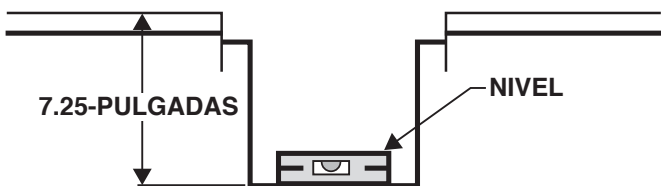

Figura 10D: Profundidad del montaje de la caja en forma de U
6. Instale la caja de manera que la base quede 7.25" por debajo de la abertura del piso. Ver la figura 10D.
7. Use un nivel para verificar la correcta instalación de la caja. Ver la figura 10D.